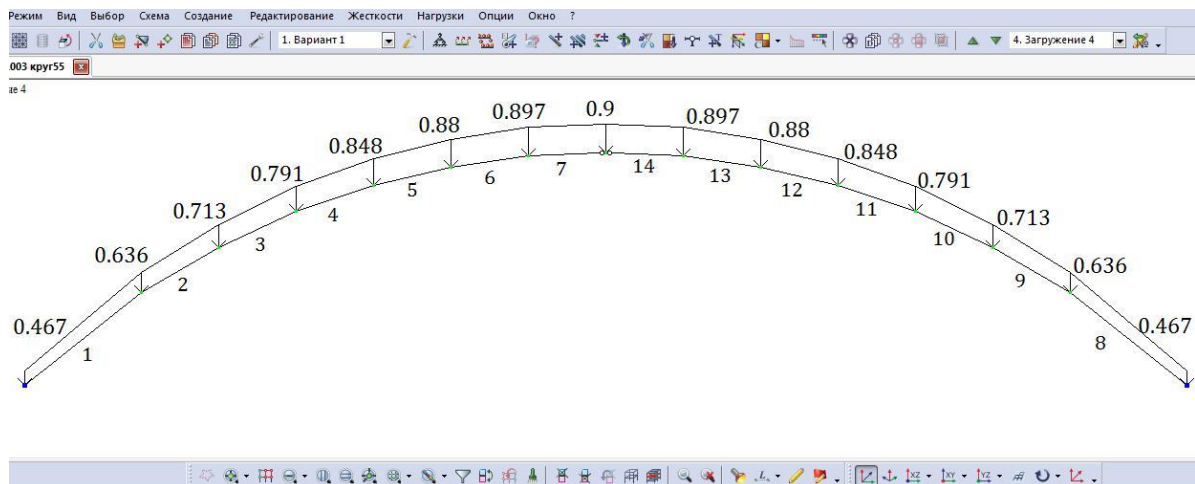

Рис. 2.32. Четвертое загрузение (снеговая нагрузка, распределенная по параболе на всем пролете)
- Вид расчетной схемы после задания в схеме нагрузок четвертого загрузения, а также значения нагрузки приведены на рис. 2.32.